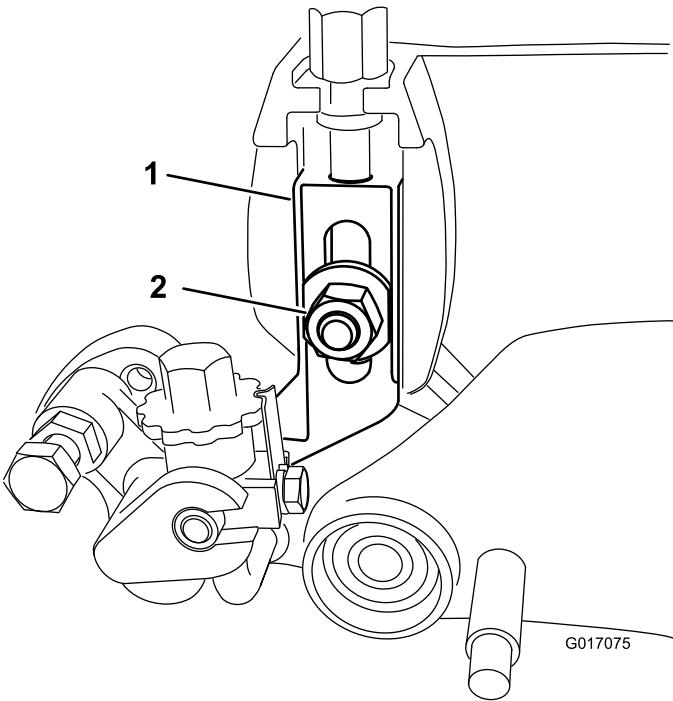

図 30
5. 各刈高アームをサイドプレートに固定しているプラウボルト、ワッシャ、ナットを外す図 30。